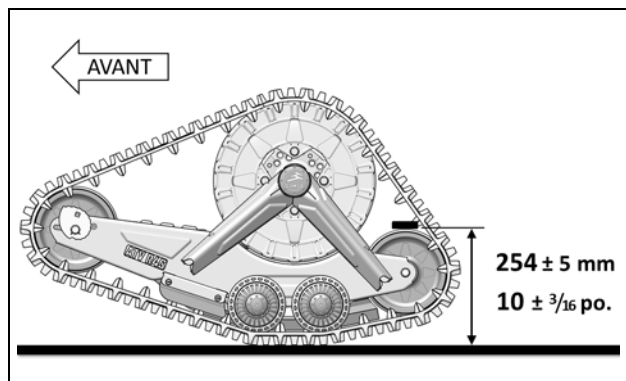

Figure 8
- Le réglage de l'angle d'attaque est correct lorsque la bulle est centrée dans le niveau. Contrevérifier le réglage en validant la distance du dessus des pneus arrière au sol. Figure 8.
- Positionner une barre plate sur le dessus des pneus arrière du système de traction avant et mesurer à partir du sol jusqu'à la barre plate tel que montré à la Figure 8.